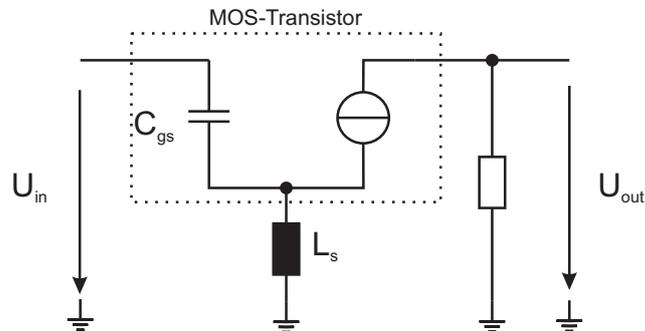

Abbildung 4.2: MOS-Verstärker
4.5 In Abbildung 4.2 sehen Sie den MOS-Transistor als vereinfachtes Kleinsignalersatzschaltbild in einer typischen Schaltung.
a) Bestimmen Sie die Eingangsimpedanz der Schaltung in Abbildung 4.2 und trennen Sie die Eingangsimpedanz nach Real- und Imaginärteil auf!